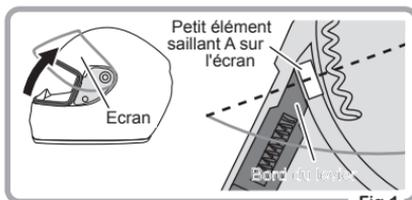

Fig.1
- ① Ouvrez l'écran autant que possible et ensuite, alignez le petit élément saillant (A) avec le bord du levier comme indiqué sur la Fig.1.